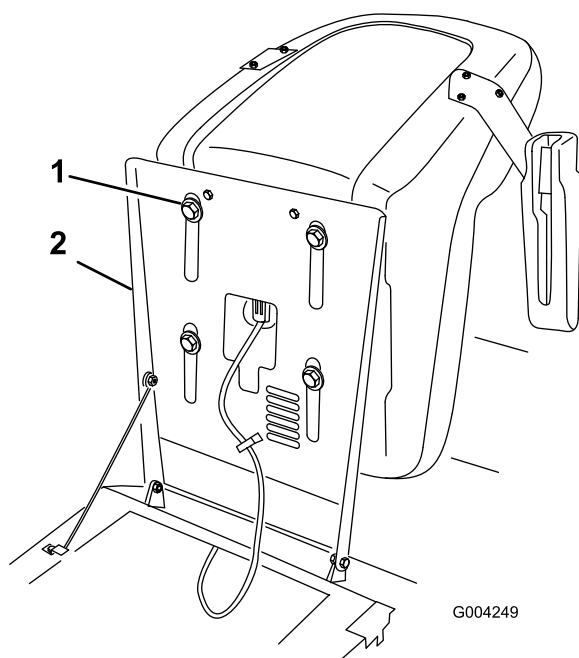

Figura 18
2. Suba el asiento y afloje los pernos de ajuste (Figura 18).